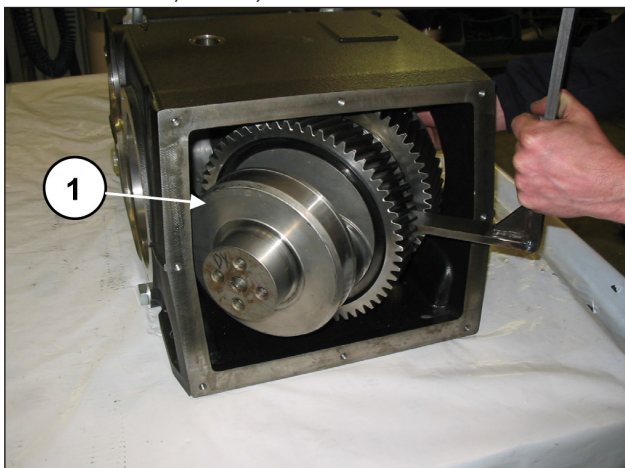

Рис. 40
Снимите коленчатый вал с задней части картера (поз. ①, Рис. 40).